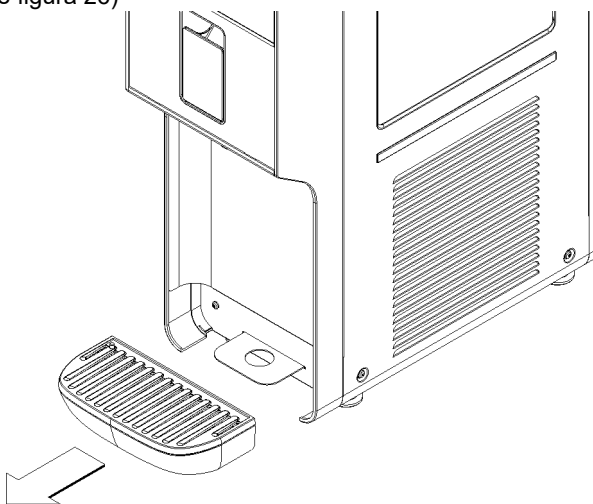

figura 26
- 10 Rimuovere il cassetto raccogli gocce dalla sua sede. (vedere figura 26)